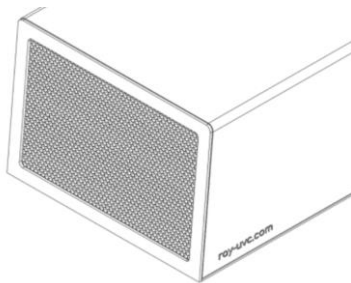

figura 1: Griglie honeycomb presenti su ambo i lati di ray
3. le griglie di ingresso e uscita aria -figura 1- sono in materiale speciale: evitare urti e abrasioni per non danneggiarle.